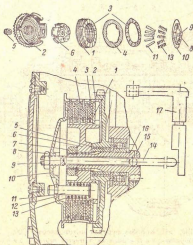

Рис. 140. Сцепление мотороллера Т-200:
**Силовая передача.** Многодисковое сцепление (рис. 140), работающее в масле, установлено на первичном валу коробки передач и состоит из четырех армированных сталью пластмассовых ведущих дисков 3 и пяти стальных ведомых дисков 4. Ведущий барабан 2 имеет пазы, в которые входят выступы ведущих дисков. Ведомые диски своими внутренними выступами входят в пазы ведомого барабана 6. Ведущие и ведомые диски прижимаются друг к другу силой пяти пружин 11.